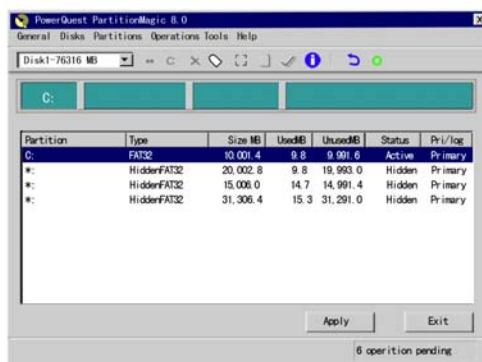

图 1-4
(3)四个主分区建立后，出现如图 1-4 所示界面。在 C 分区处单击鼠标右键，选中“Advanced → Set Active”后点击“OK”，激活 C 分区，其余分区不做任何修改。